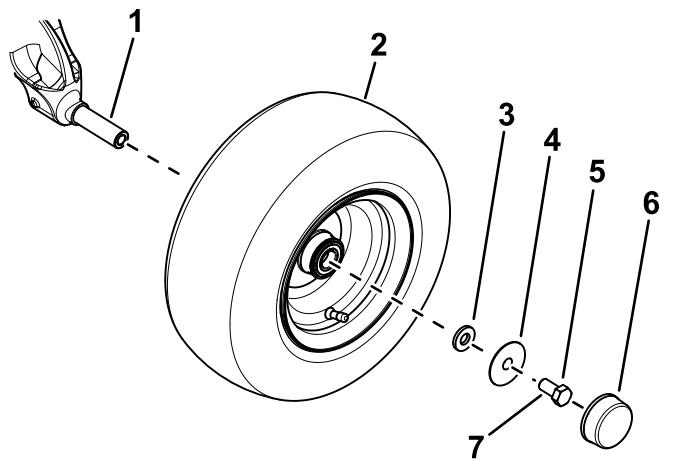

Рисунок 3
- Используйте малую шайбу, большую шайбу, болт ( $\frac{5}{8} \times 1\frac{1}{4}$  дюйма) для крепления колеса к шпинделю моста (Рисунок 3).